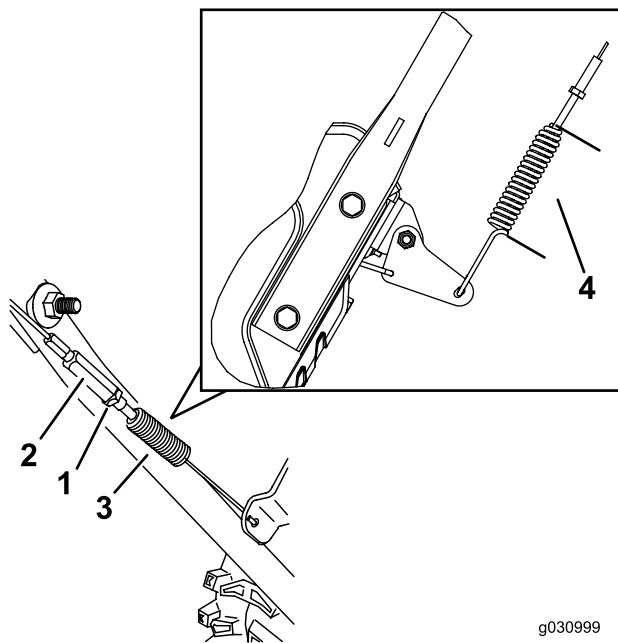

Рисунок 36
3. Ослабьте натяжение или подтяните винтовую стяжку, чтобы отрегулировать длину пружины на 5,5 см, как показано на Рисунок 36.
4. Затяните контргайку (Рисунок 36), убедившись в том, что имеется небольшое натяжение тросика.